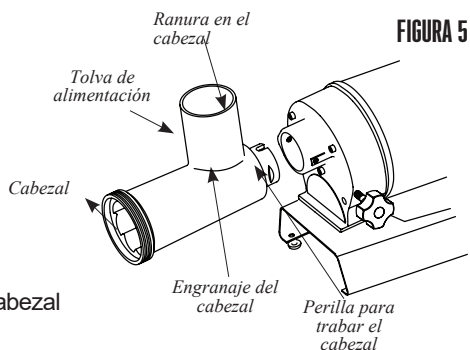

FIGURA 5
1. Inserte el cabezal en el gabinete de engranajes con la tolva de alimentación del cabezal hacia arriba. Necesitará alinear la ranura en el cabezal dentro del gabinete de engranajes. Asegúrese de que el cabezal esté totalmente asentada dentro del gabinete de engranajes (**FIGURA 5**).